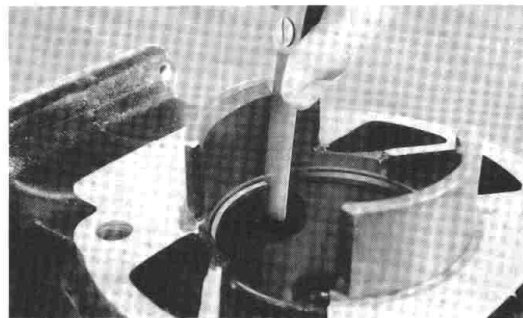

Fig. 3-4-16
3. Insert each ring into cylinder. Push down approximately 20 mm. (3/4 in.) using piston crown to maintain right-angle to bore. Measure installed end gap. If beyond tolerance, replace set. (Fig. 3-4-16)
3. Insérez chaque segment dans le cylindre. Abaissez approximativement de 20 mm. (3/4 in.) en utilisant la tête de piston pour maintenir l'angle droit avec l'alésage. Mesurez la fente, segment posé. Si elle est au-delà de la tolérance, remplacez l'ensemble. (Fig. 3-4-16)